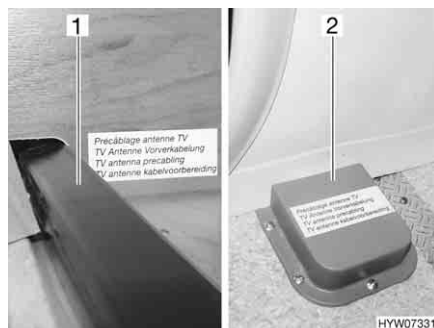

Fig. 74 Collegamento antenna, pre-montato
- Nell'armadietto pensile (Fig. 74,1)
- Nella cassetta di stivamento nel pavimento (Fig. 74,2)